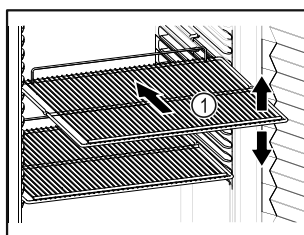

Fig. 18 Ilustrační zobrazení
- Pokud jsou odstavné rošty Fig. 18 (1) přemístitelné, přizpůsobte je vždy na danou výšku.